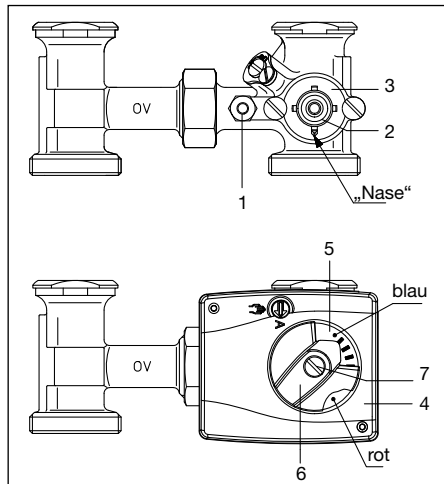

Abb. 5.6 Montage 3-Wege-Mischhahn DN25 / DN32
- Verdrehsicherung (1) fest an das Mischergehäuse montieren.
- Adapter (2) bis zum Anschlag auf das Mischerküken (3) stecken. Abflachung beachten!
- Stellmotor (4) auf die Mischerachse setzen.
- Drehrichtungsanzeige (5) gemäß Abbildung 5.6 auf den Stellmotor legen.
- Handverstellgriff (6) mit Pfeilmarke im blauen Bereich auf die Mischerantriebswelle stecken (Auslieferungszustand: Gegenurzeigersinn gegen Anschlag, Betriebsstellung „A“ Automatik).
- Schraube (7) mit Fächerscheibe einstecken und mit einem Drehmoment von $>5\text{Nm}$ anziehen.